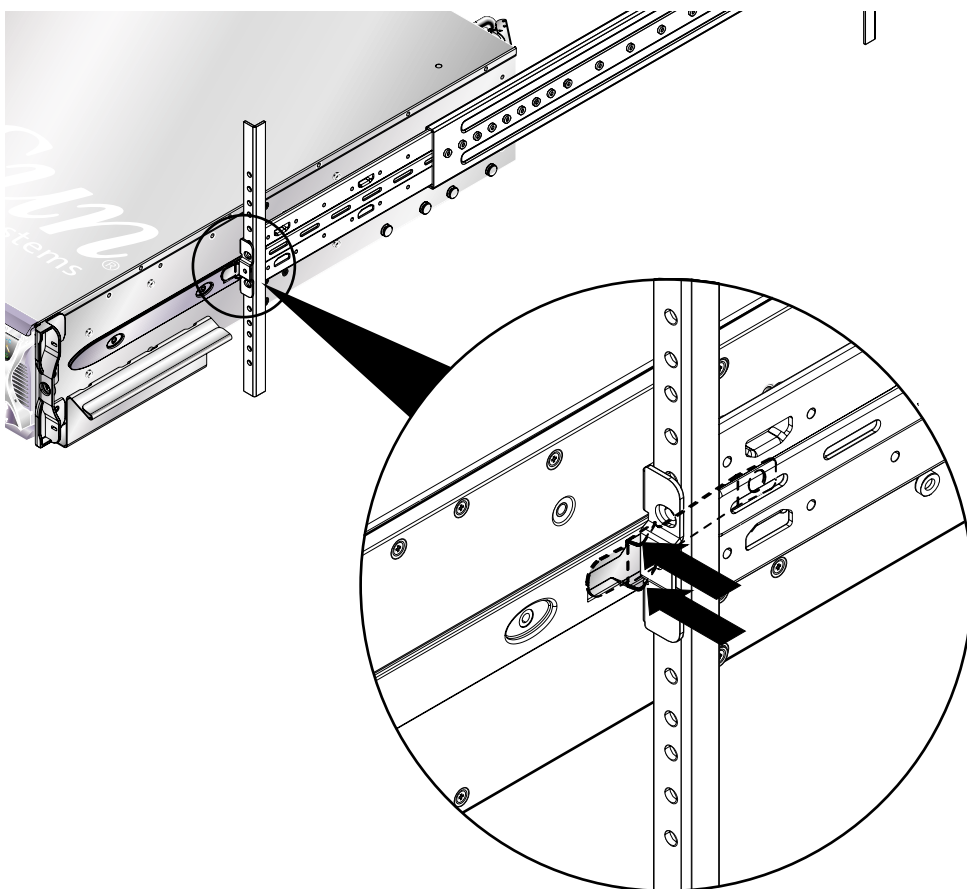

図 12-16 スライド留め具の解除
2. システムシャーシをスライドさせてラックから取り出します (図 12-16)。